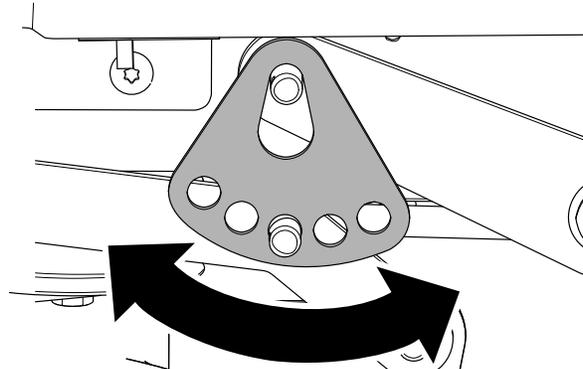

Рисунок 67
7. Поверните пластину высоты скашивания для совмещения с другим отверстием так, чтобы она выдерживала вес деки газонокосилки после того, как вы установите ее (Рисунок 67).
8. Установите шайбу и игольчатый шплинт (Рисунок 67).